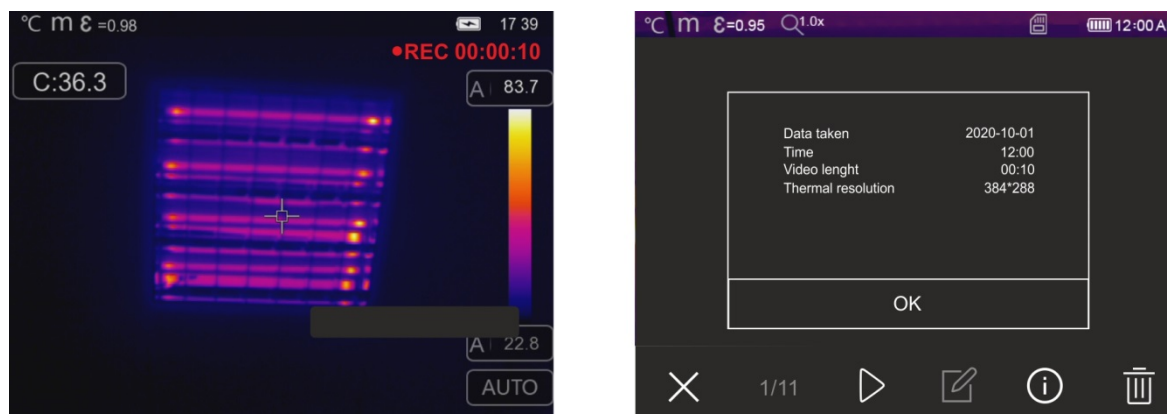

Fig. 48: Gravação de vídeo IR
1. **Pressione e segure o botão por pelo menos 2s.** A indicação "REC" é mostrada na parte superior para indicar a gravação em andamento (ver Fig. 48)